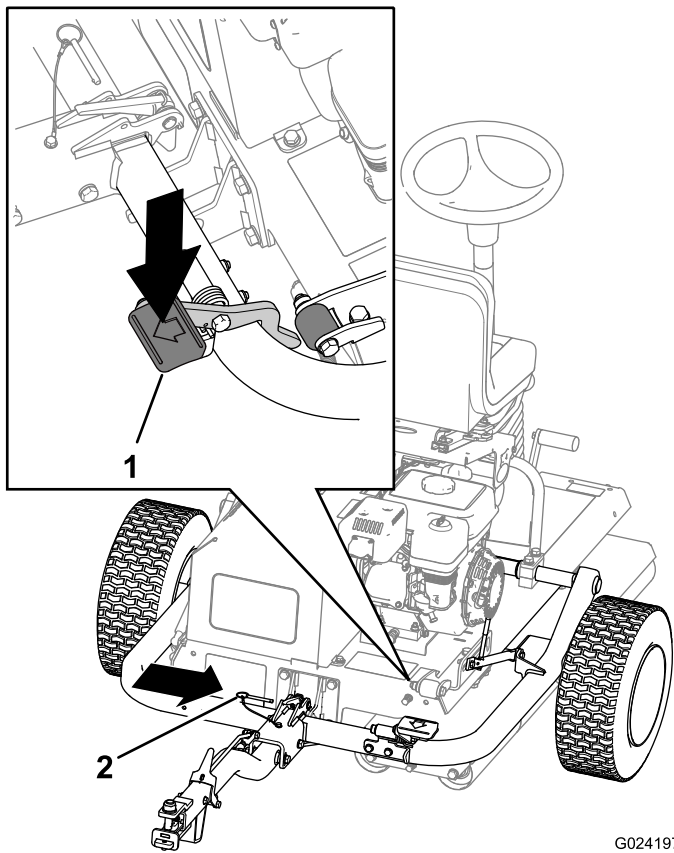

Bild 17
- C. Treten Sie auf das Anbauvorrichtungspedal, bis die Anbauvorrichtung einrastet (Bild 17).
- D. Stecken Sie den Arretierbolzen ein (Bild 17).